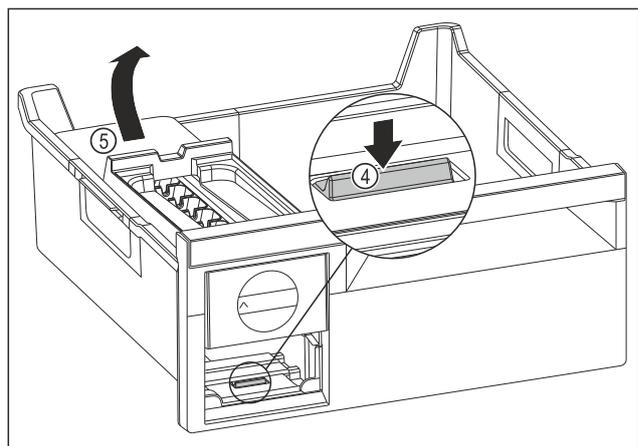

Fig. 76
- ▶ Extraer el cuerpo del EasyTwist-Ice: Presionar la lengüeta Fig. 76 (4) con los dedos hacia abajo subiendo al mismo tiempo por detrás con la otra mano el cuerpo del EasyTwist-Ice Fig. 76 (5).